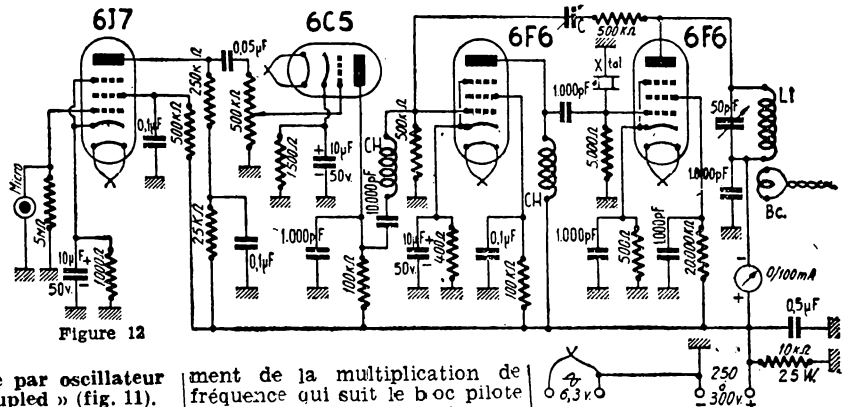

Figure 12
B. — Pilotage par oscillateur quartz (fig. 12)